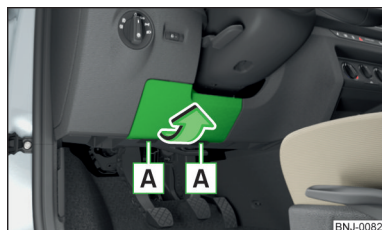

Fig. 291
- Quitar la cubierta de la caja de fusibles» fig. 291 en el sentido de la flecha.